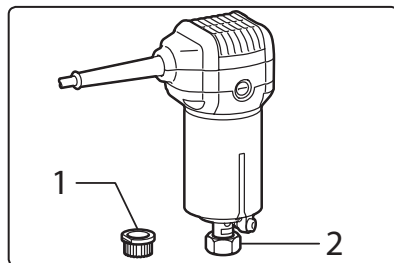
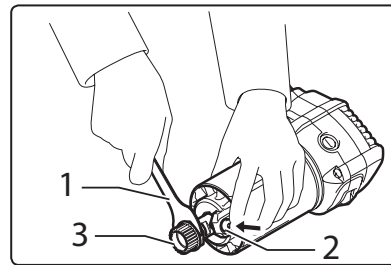
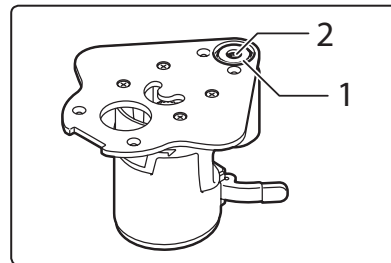

Abb. 26A
Abb. 26B
Abb. 26C
1. Ersetzen Sie die Spannmutter (Abb. 26A, Position 2) durch die Riemenscheibe (Abb. 26A, Position 1), indem Sie den Schraubenschlüssel zum Verriegeln der Spindel (Abb. 26B) verwenden. **Entfernen Sie den Spanneinsatz aus der Lagerbuchse, bevor Sie die Riemenscheibe an der Spindel befestigen.**
2. Setzen Sie die Fräsespannhülse (Werkzeug) in das Wellenmontagegehäuse der vorgeetzten Grundplatte (Abb. 26C, Position 2) und schrauben Sie dann die Spannmutter (Abb. 26A, Position 2) auf die Welle. Führen Sie den Fräferschaft tief genug in den Spanneinsatz ein, um den Fräser während des Betriebs ausreichend zu sichern.